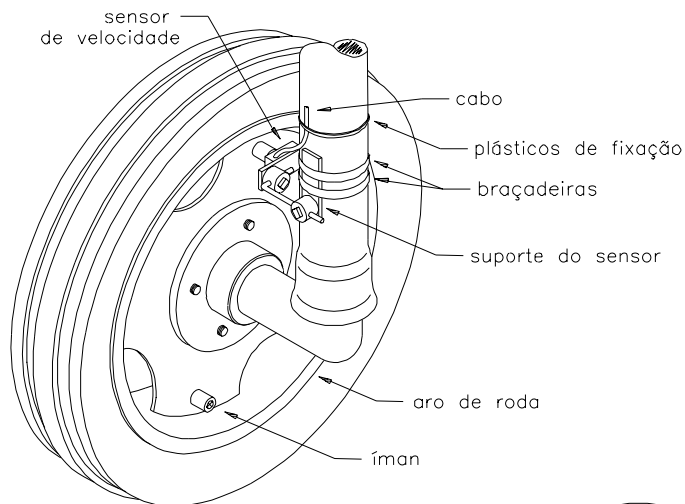

Figura 7A
- 3) Instale os quatro ímãs na parte interior da borda do aro de acordo com a figura 7A;7B;7C;. Estes ímãs devem ser montados em ordem alternada vermelho e preto.
- 4) Monte o sensor do conjunto na coluna de acordo com a figura 7A.